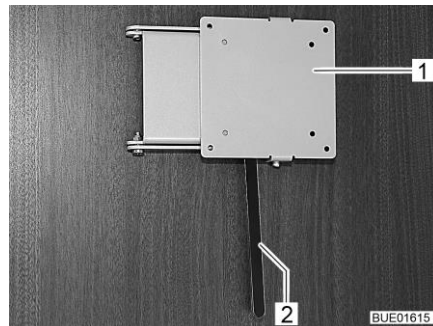

Fig. 91 Supporto con leva di sbloccaggio
- Spingere di lato la leva di sbloccaggio (Fig. 91,2) e ruotare il supporto (Fig. 91,1) con lo schermo piatto nella posizione desiderata.
- Riportare indietro lo schermo piatto finché il supporto (Fig. 91,1) non si innesta nel bloccaggio.